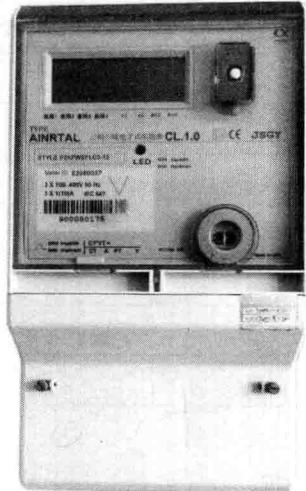

图 1 多功能电子表示意图 (一)
(1) 单键表抄读方法。在表计运行情况下按一次抄表按钮，进入自检状态，然后长按抄表按钮不放，直到显示 F000000 后，放开按钮，开始点按抄表，就能抄到所需要的数据。表计示意图如图 1 所示。
(2) 表计两个按键抄读方法。